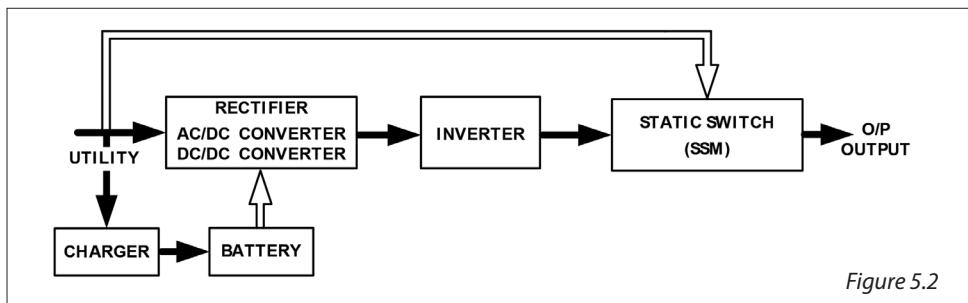

Figure 5.2
2. Lorsque le réseau revient à la normale, l'ASI se mettra en route sur le convertisseur AC/DC, éteint le convertisseur DC/DC, et active le chargeur. L'onduleur revient à l'état représenté sur la figure 5.2
4. L'onduleur redémarrera automatiquement lorsque le réseau sera de nouveau disponible, comme indique Figure 5.2.